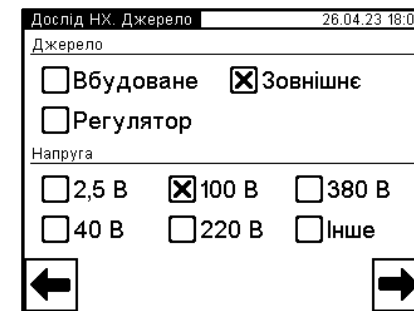

Рисунок 6.33
6) Перейти у вікно "Дослід НХ. Джерело", для чого натиснути на кнопку  (рисунок 6.33).
7) Вибрати варіант джерела живлення, для чого в вікні "Дослід НХ. Джерело" в підрозділі "Джерело" (рисунок 6.33) вибрати "Зовнішнє", якщо планується використовувати нерегульоване зовнішнє джерело, або "Регулятор" для регульованого джерела.